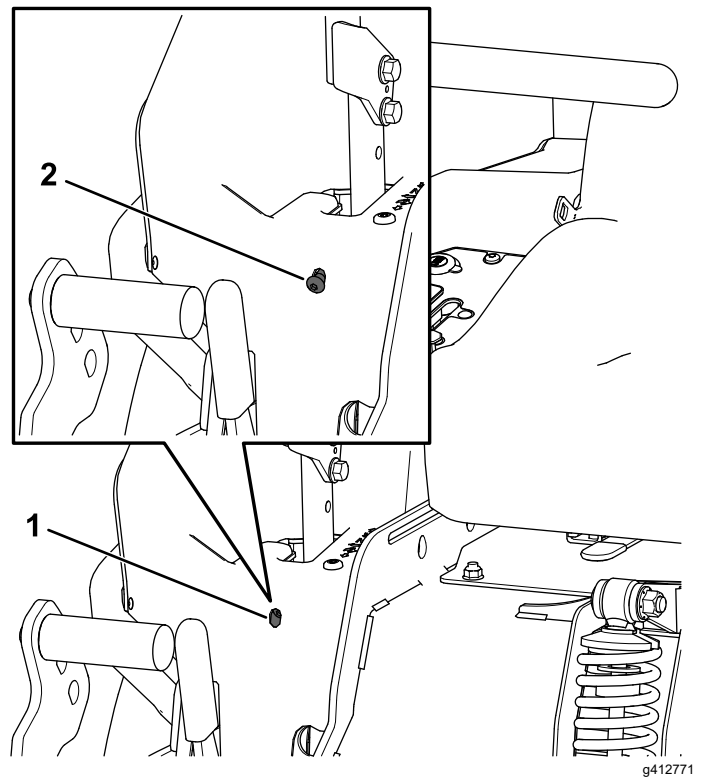

Figura 81
6. Si la máquina se desvía hacia la derecha, inserte una llave hexagonal de 3/16" a través del orificio de acceso del panel izquierdo delantero y gire el tornillo en sentido horario o antihorario para ajustar el recorrido de la palanca (Figura 81).
7. Si la máquina se desvía hacia la izquierda, inserte una llave hexagonal de 3/16" a través del orificio de acceso del panel derecho delantero y gire el tornillo en sentido horario o antihorario para ajustar el recorrido de la palanca (Figura 81).